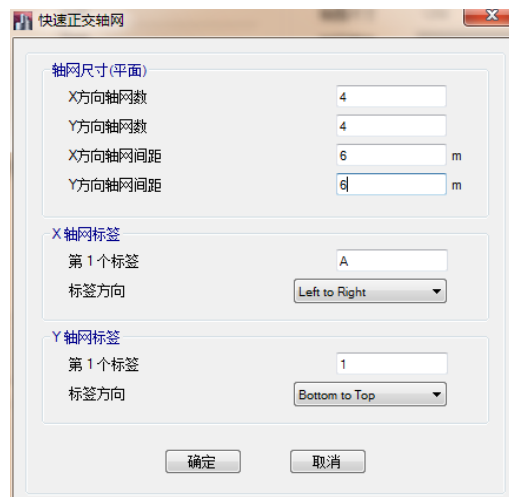

图 2-2 快速正交轴网对话框
6. 在**轴网数据**对话框的**矩形轴网**区域，点击**快速新矩形轴网**按钮，弹出如图 2-2 所示的**快速正交轴网**对话框。